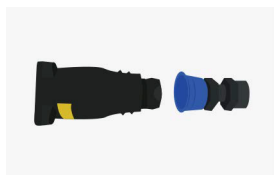

Figura 3
3. Desrosqueie a ponta da parte traseira do receptáculo (figura 3).